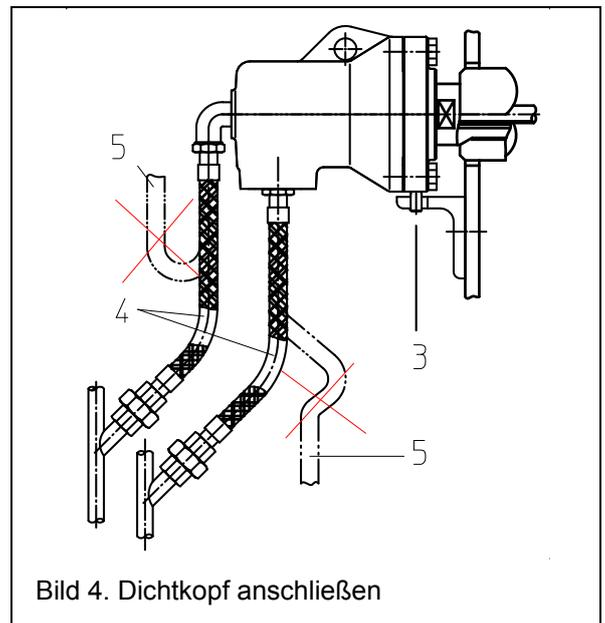

Bild 4. Dichtkopf anschließen
- Schlauchanschlüsse wie Abb. 4 vornehmen.